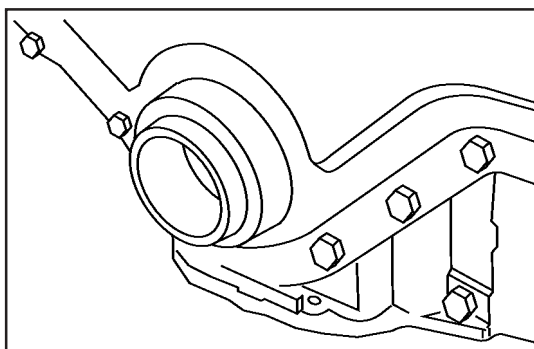

FIG 24
23. Com a ferramenta nº 81 30 415, **Fig. 24**, alinhe a tampa da distribuição e aperte todos os parafusos a um torque de: 16 a 20 Nm (1,6 - 2,0 kgf . m) (12 -15 lbf . pé) alternadamente.